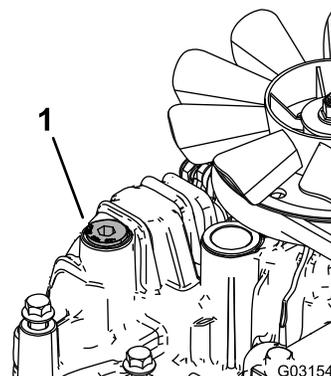

Рисунок 86
11. Полностью ослабьте пробку вентиляционного отверстия в каждой трансмиссии, чтобы она могла качаться из стороны в сторону (Рисунок 86).